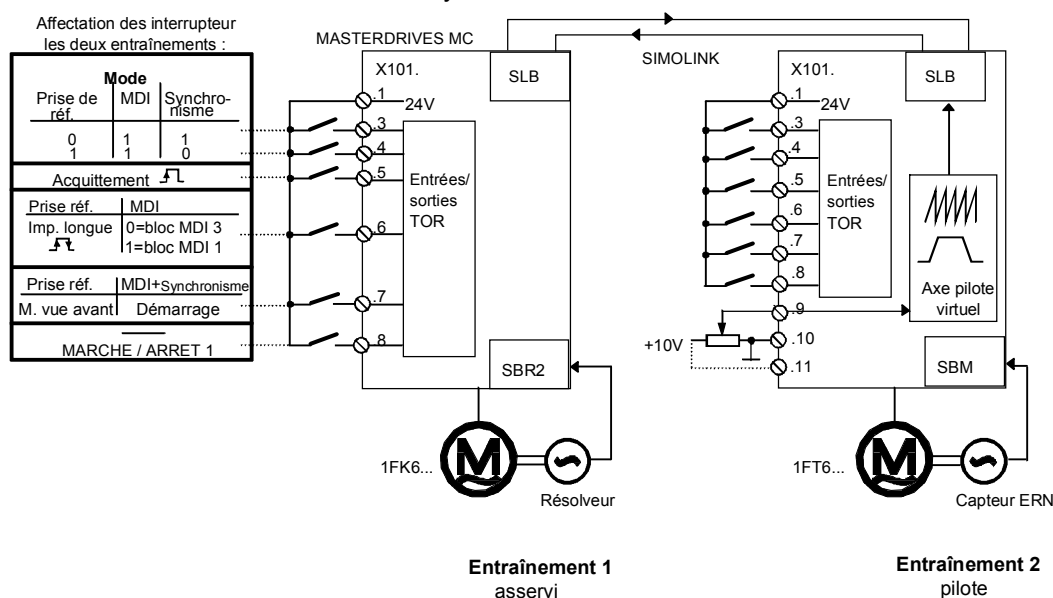

Fig. 9-46 Exemple d'application 2 - configuration matérielle et câblage
La Fig. 9-46 indique l'affectation des entrées TOR ② choisies dans cet exemple.